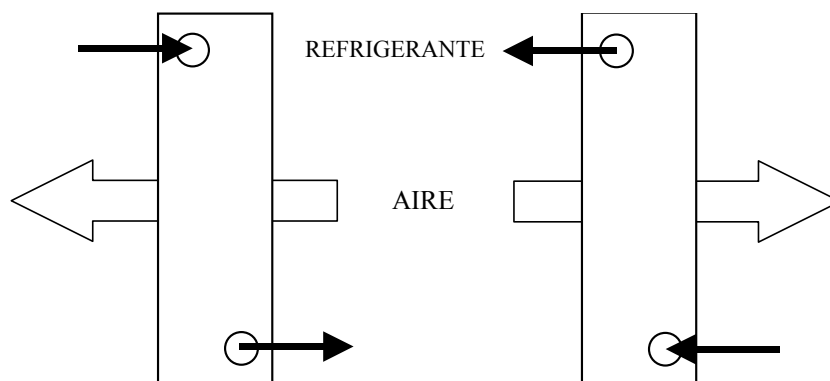

Fig. 5 – Conexión de los intercambiadores a contracorriente
- Los módulos de calefacción y refrigeración disponen de una placa que muestra la manera de conectar los intercambiadores a contracorriente (véase Fig. 5). Deberá respetarse **incondicionalmente** la contracorriente **para asegurar el aporte térmico de diseño del intercambiador**.